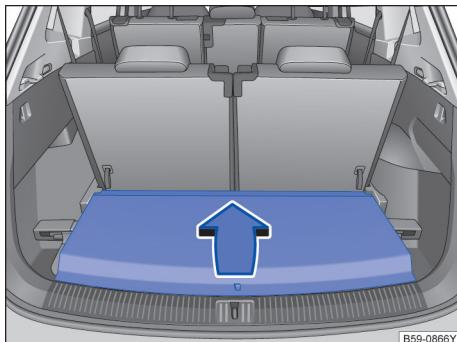

图 201 7 座车型行李厢内：行李厢地板
- 握住把手沿箭头方向→图 201 将行李厢地板向前翻折到底。